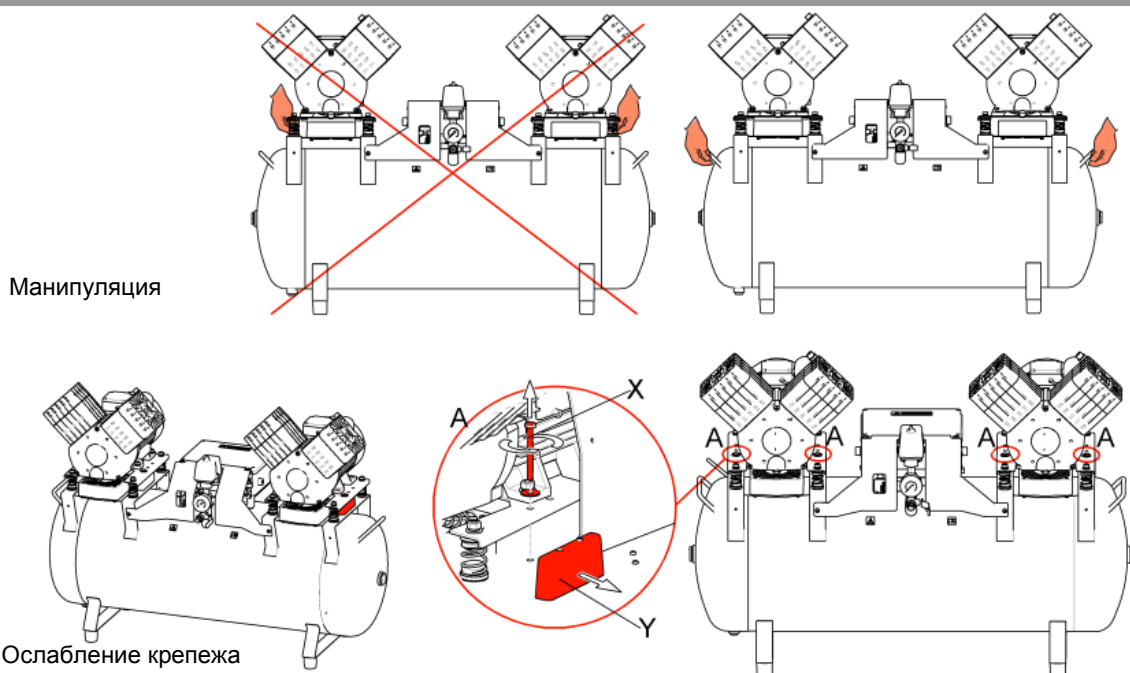

Рис.9 Ослабление крепежа
#### Дентальный компрессор в шкафчике DK50 2V/110S, DK50 2x2V/110S (рис.7, рис.9)
#### Дентальный компрессор в шкафчике DK50 2V/110S/M, DK50 2x2V/110S/M (рис.7, рис.9)
**Резервуар (22) всегда должен быть расположен нижней секцией вниз. Любое другое положение может привести к повреждению осушителя!**
**Дентальный компрессор DK50 2V/110/M, DK50 2x2V/110/M, DK50 2V/110, DK50 2x2V/110 дополнительно установлен в шкафчике S110 (рис.7, рис.9)**